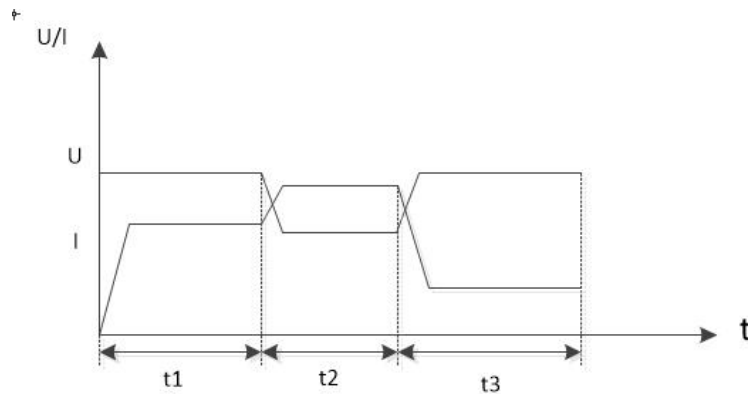

图 5-39 自动测试
- 4、按“On/Off”键负载 ON，显示屏状态标识为“ON”，观察显示屏读数，如图 5-39 所示。